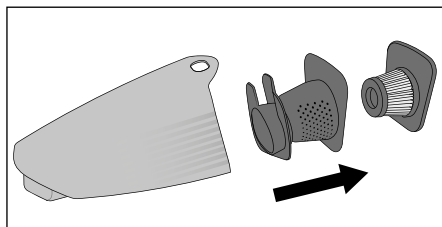

Fig. 3
- 3) Tag derefter HEPA-filtret **6** og grovfiltret **7** ud af støvbeholderen **8** (fig. 3). Bank begge dele ud over en affaldsspand eller lign. Ved behov kan HEPA-filtret **6** skylles med rent vand. Lad det derefter lufttørre helt.